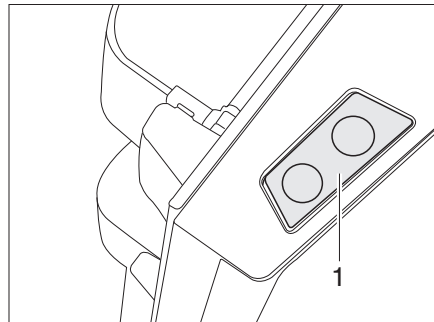

Bild 340 Entriegelungstaste der Kühlschranktür (Dometic 8er-Reihe)
**Öffnen:** ■ Die Entriegelungstaste (Bild 340,1) drücken und die Kühlschranktür öffnen.